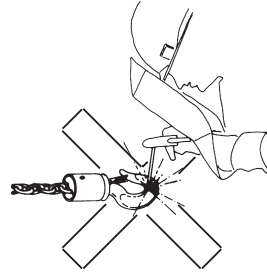

Fig. 3
- È assolutamente vietato saldare qualsiasi oggetto al gancio o alla catena di carico. La catena di carico non deve mai essere utilizzata come massa durante operazioni di saldatura (Fig. 3);